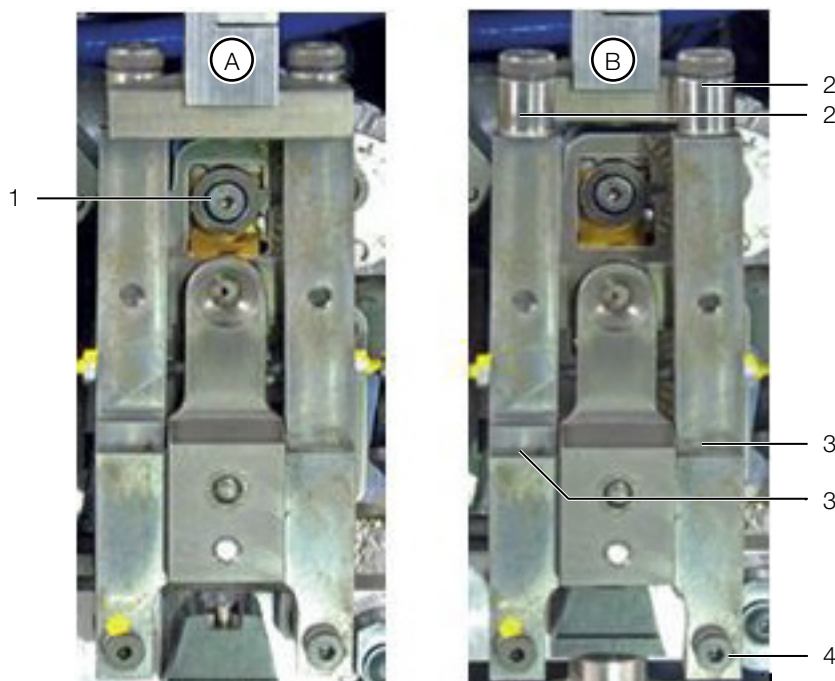

Fig. 18 : unité de fixation du fil toronné en position de production (A) et tirée vers l'avant (B)
- Nettoyer le cône d'introduction (fig. 18, pos. 1) avec un pinceau.
- Tirer l'unité de fixation du fil toronné vers l'avant (fig. 18, pos. B).
- Vérifier la mobilité des roulettes (fig. 18, pos. 2).
- Huiler les pivots (fig. 18, pos. 3) de l'unité de fixation du fil toronné.
- S'assurer que l'unité de fixation du fil toronné se trouve en position avancée (fig. 18, pos. B).
- Enlever la vis inférieure droite de l'unité de fixation du fil toronné (fig. 18, pos. 4).